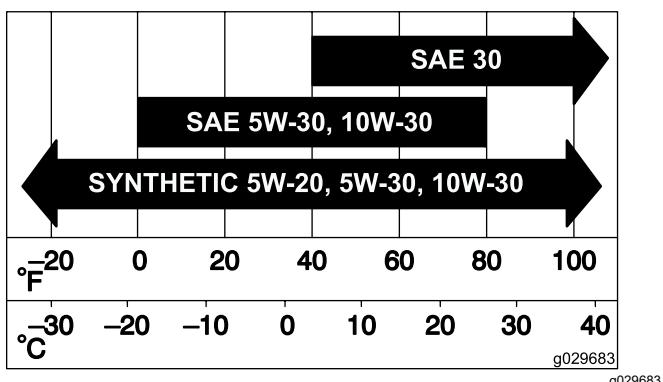

Figura 58
5. Extraiga con cuidado el filtro del cuerpo del limpiador de aire (Figura 58).
3. Abra los cierres del limpiador de aire y tire de la tapa de la entrada de aire para separarla del cuerpo del limpiador de aire (Figura 58).
2. Introduzca el filtro con cuidado en la carcasa del limpiador de aire (Figura 58).
3. Instale la tapa del limpiador de aire y fije los cierres (Figura 58).